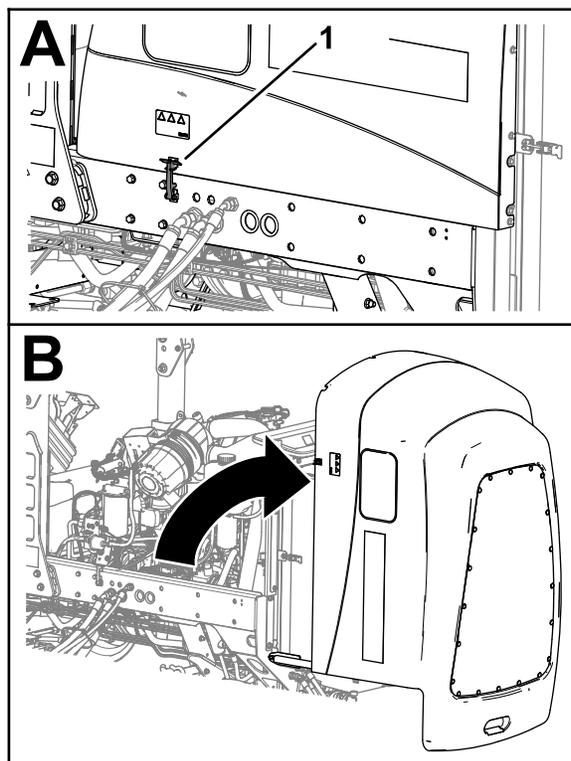

Figura 96
1. Liberate i 2 fermi del cofano (Figura 96).